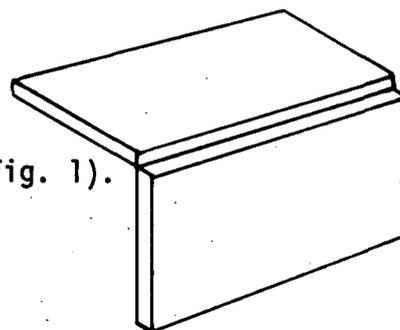

Fig. 1
- c Coloque na posição para pontear. (fig. 1).